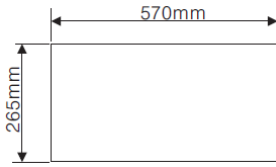

Fig. 2.
• Haga un agujero en el mueble según las medidas indicadas en la ilustración 2. Asegúrese de prever una distancia mínima de 17 mm entre el filo del agujero y el filo del mueble.